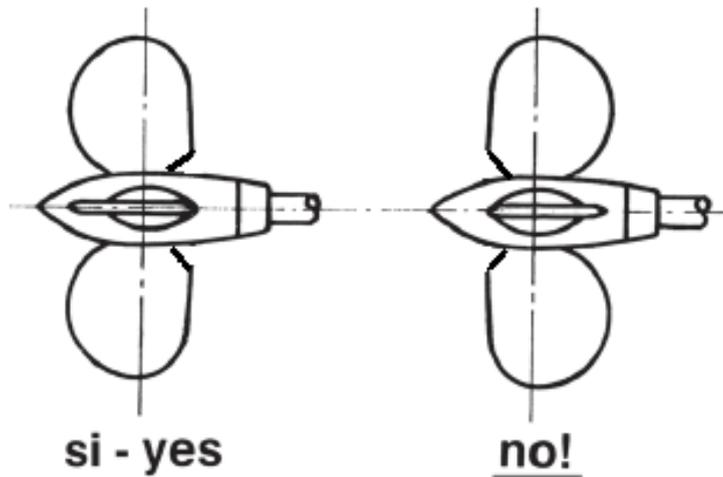

Fig.6
- d) Orientate le pale nella loro posizione di bandiera (cioè perfettamente allineate con l'asse del corpo dell'elica), facendo attenzione che il loro profilo sia come quello mostrato in Fig.6.
*Move the blades into the feathered position, making sure that the rounded trailing edges of the blades are aft as shown in Fig. 6 .*
- In posizione di bandiera le pale devono essere perfettamente allineate ed orientate come in Fig. 6
- *In the feathered position the blades must be perfectly lined up and set like Fig. 6*